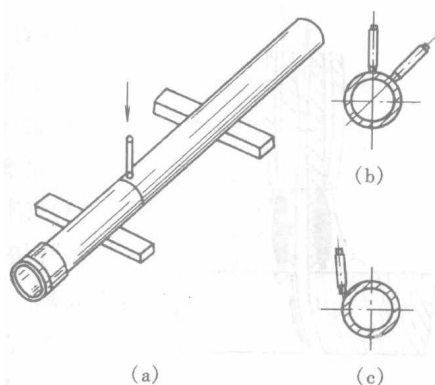

图 1-20 鑿切铸铁管鑿子的位置
2) 注意事项。操作中，鑿子的刃口要对准管子割断线。为使管子断口平整，必须掌正鑿身，并与管子中心线垂直，不得偏斜。鑿割铸铁管鑿子的位置如图 1-20 所示。